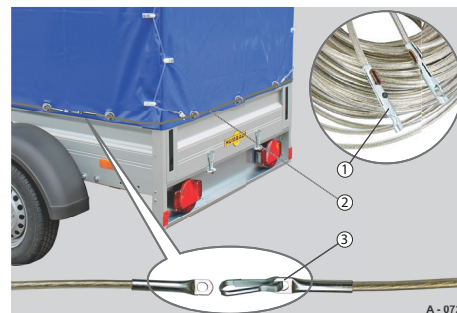

Abb. 81 Zollseil, Diebstahlschutz
- Zollseil (Abb. 81/2) durch alle verschlossenen Krampen führen.
- Seilendverschlüsse (Abb. 81/1) miteinander verbinden.